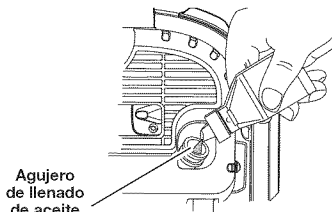

Fig. 6
3. Vierta la botella de aceite completa en el agujero de llenado de aceite (Fig. 6).